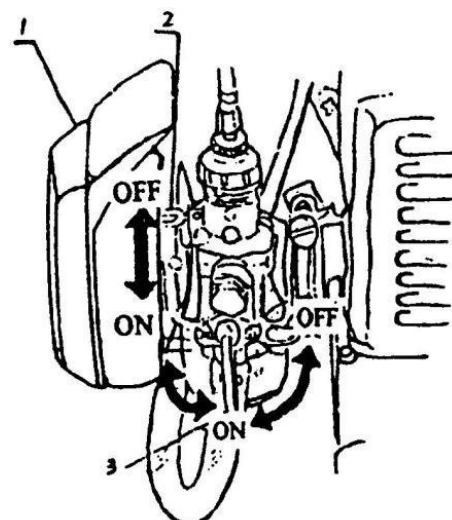

Fig. 9
- 1) Ruotare la valvola del carburante in posizione "ON", vedere Fig. 9.